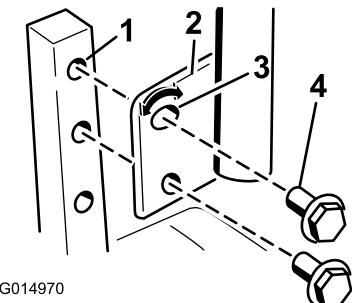

Bild 27
1. Entfernen Sie die zwei Schrauben, mit denen der Schalthebel an der Steuerarmwelle befestigt ist (Bild 27).
3. Befestigen Sie den Hebel mit den zwei Schrauben (Bild 27).
2. Lösen Sie die untere Schraube genug, um den Schalthebel nach vorne oder hinten zu drehen (Bild 27). Ziehen Sie beide Schrauben fest, um den Schalthebel in der neuen Stellung zu arretieren.